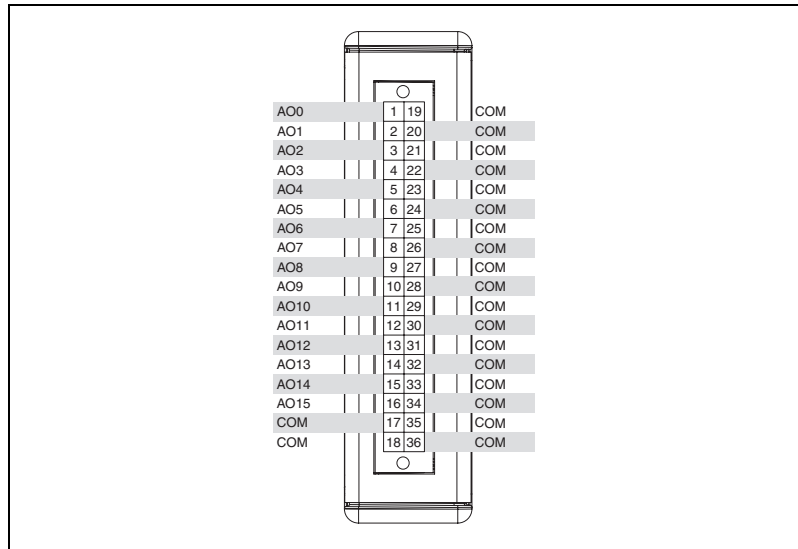

図 1 NI 9264 のピン割り当て
1. DMM の正極出力を AO 端子に接続し、DMM の負極出力は COM 端子に接続します。NI 9264 のピン割り当てについては、図 1 を参照してください。